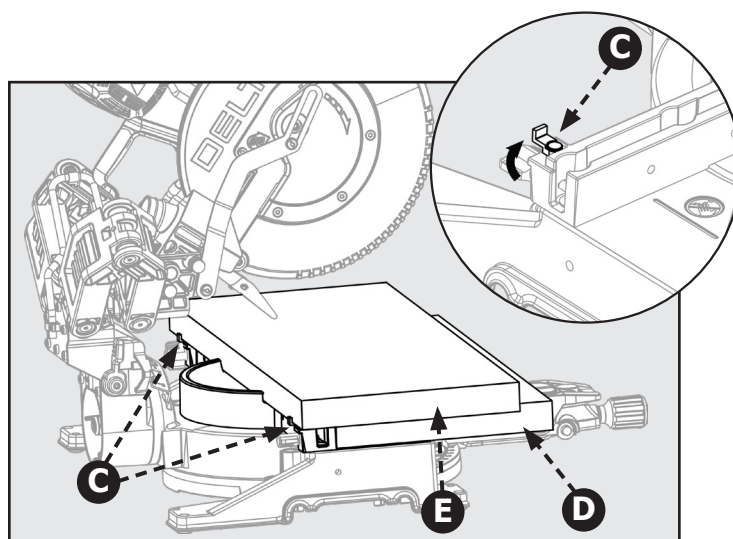

Figura 29
2. Voltee las lengüetas de apoyo (C) hacia su posición. Las lengüetas (C) están ubicadas en el lado izquierdo y derecho de la guía tope inferior (fija). Estas funcionarán como el tope posterior de la pieza de trabajo. Consulte la Figura 29.
3. Deberá agregar una tabla de mesa auxiliar (D) para brindar apoyo para la pieza que requiere un corte de gran capacidad (E). Coloque la tabla de mesa auxiliar de 2" x 14" (D) en la mesa de la sierra y contra la sección inferior (fija) de la guía tope de la sierra. Asegúrese de que la tabla esté colocada de forma segura contra la guía tope inferior (fija).